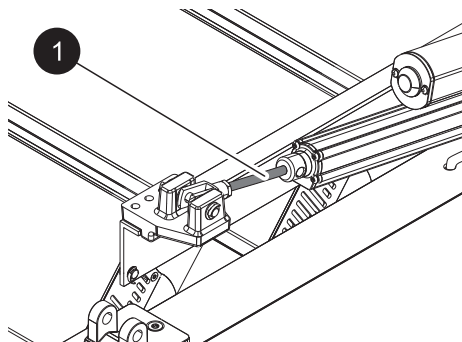

Fig. 22 : Nettoyer les tiges du piston
6. Vérifier les tiges du piston et les saletés (fig. 22/1) sur les ombrages. Si nécessaire, enlever les saletés avec un chiffon doux et sec.